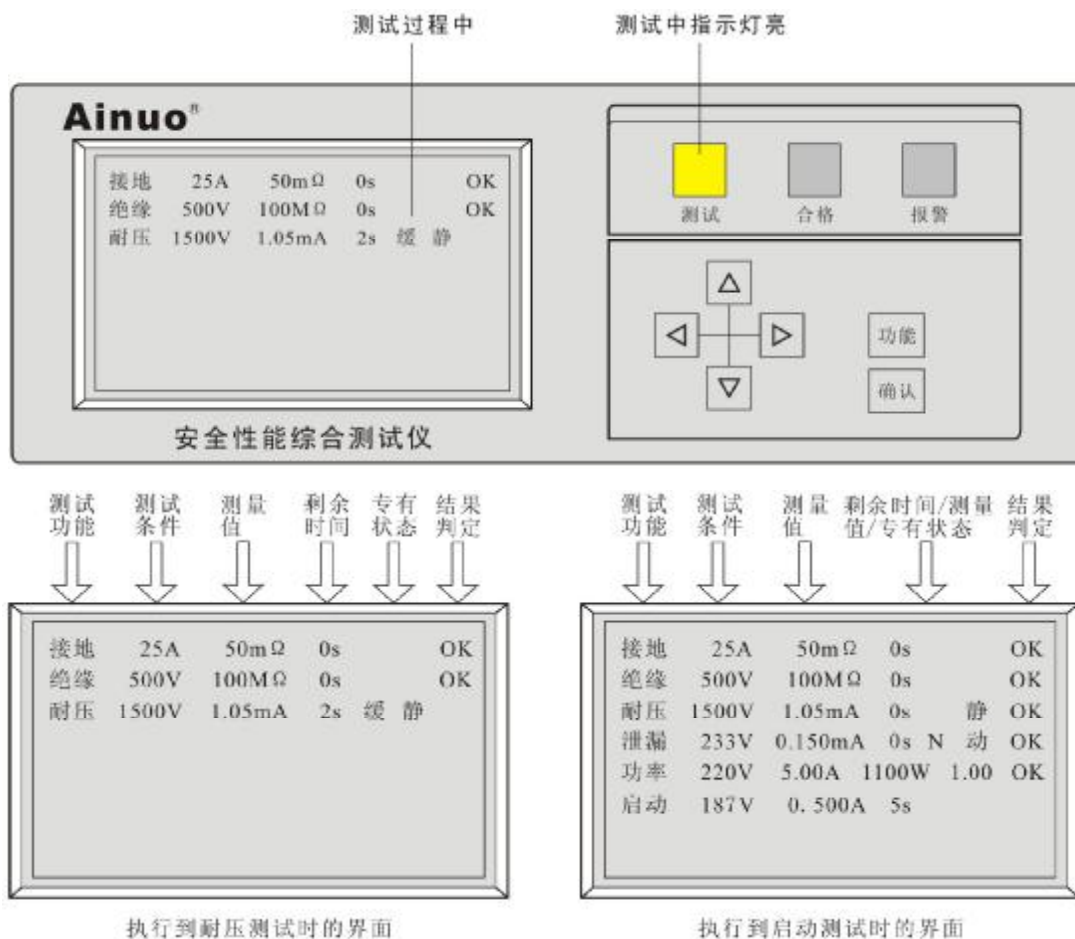

图 4-5-1 测试执行界面和指示灯
- 1) 测试过程中，界面显示和指示灯，如图 4-5-1 所示。